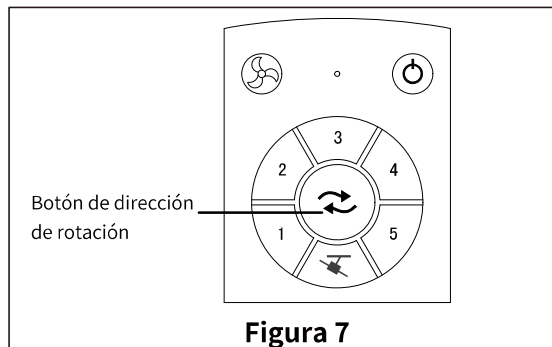

Figura 7
- Si se desea que el flujo de aire sea en la dirección opuesta, pulse de nuevo el botón F/R. (Figura 7)